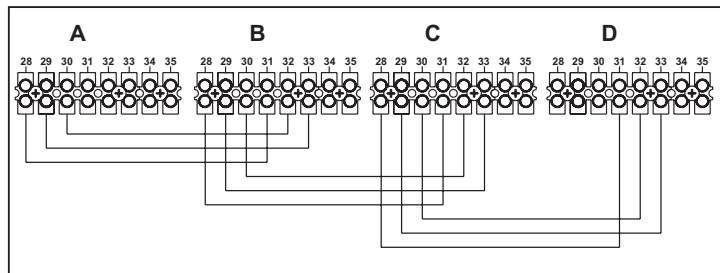

fig. 24 - Collegamento in cascata
1. Collegare i moduli come mostrato in fig. 24 (esempio con 4 moduli)
Se questo non avviene, togliere alimentazione elettrica e controllare il cablaggio in fig. 24.